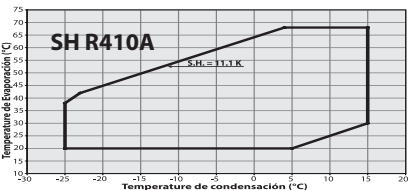

Fig. 6
• El compresor Performer solo debe de ser utilizado para propósitos diseñados y con el alcance de aplicación (fig. 6)